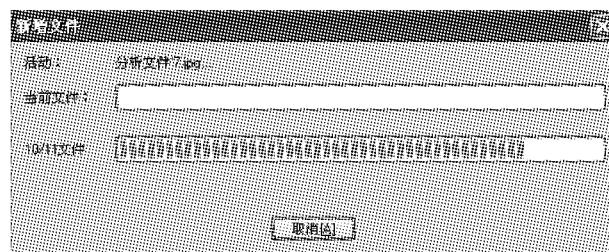

图 3-12 “新增文件”对话框
(6) 需要刻录的文件全部选中之后，单击“添加”按钮，弹出“新增文件”对话框，如图 3-12 所示。